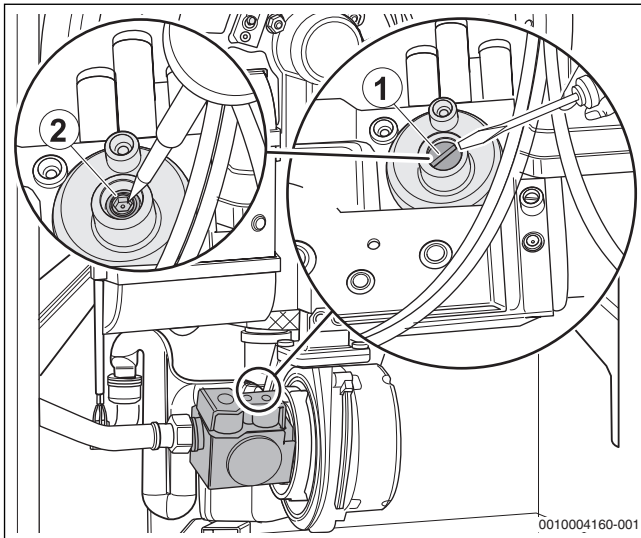

Bild 52 CO₂-Einstellung bei Teillast prüfen
- ▶ Abdeckschraube der Teillast-Einstellschraube entfernen (→ Bild 52, [1], Seite 30).
- ▶ Bei CO₂-Werten unter 9,8 % oder über 10,8 %, die Einstellung an der Kleinlast-Einstellschraube korrigieren (→ Bild 52, Seite 29 und Tabelle 10).